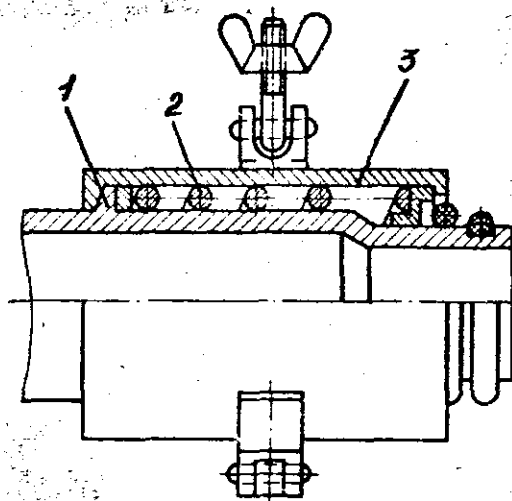

Рис.37. Положение приспособления для сжатия пружины при сборке кожуха рессоры КТА:
- сожмите пружину 2 (рис.37) специальным приспособлением